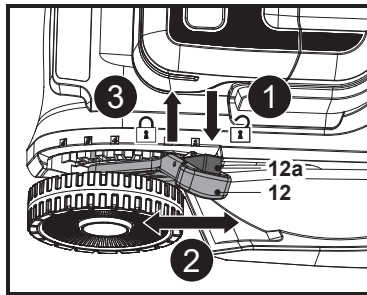

Fig. 12
1. Pulse el botón de bloqueo (12a) y manténgalo en esta posición (Fig. 12, paso 1).
2. Mueva la palanca (12) hacia adelante o hacia atrás para ajustar la altura de corte (Fig. 12, paso 2).
3. Suelte el botón de bloqueo (12a) y asegúrese de que la palanca (12) se acople adecuadamente en la ranura (Fig. 12, paso 3).